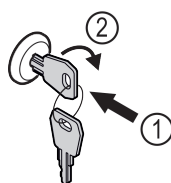

Fig. 161
- ▶ Sæt nøglen i. Fig. 161 (1)
- ▶ Drej nøglen 90° med uret. Fig. 161 (2)